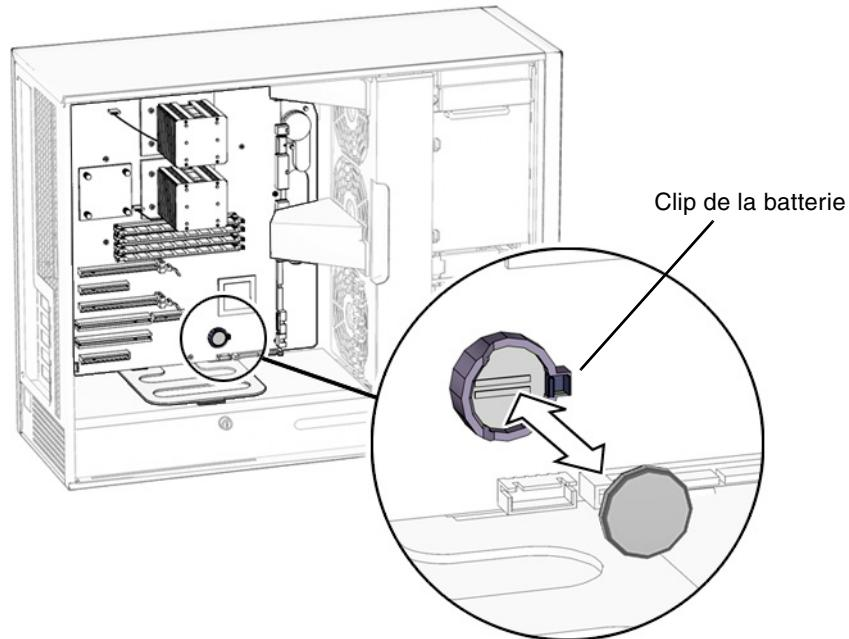

FIGURE 5-6 Retrait de la batterie de la carte mère
Voir FIGURE 5-6.
1. Repérez l'emplacement d'installation de la batterie, tel qu'il apparaît sur la FIGURE 5-6.